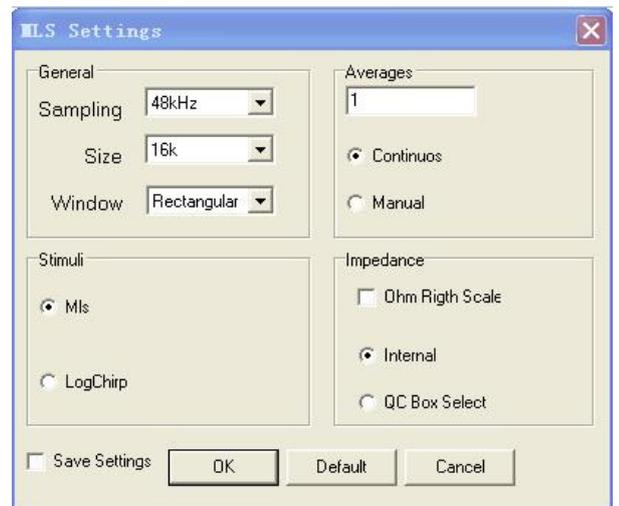

图9-3
9.2 MLS&LogChirp 参数设定对话框 如图9-3